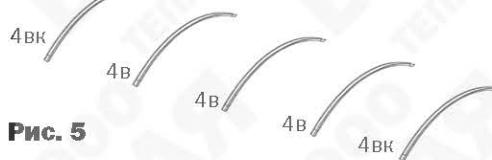

Рис. 5
- Выполняйте сборку в соответствии с фотографиями этапов сборки и узлов, представленными на **рис. 5...12**. На рисунках показана сборка теплицы длиной 4 м. Необходимая длина теплицы достигается путем добора соответствующих деталей из пакета(ов) «Вставка». Для соединения деталей используются винты M4x8.